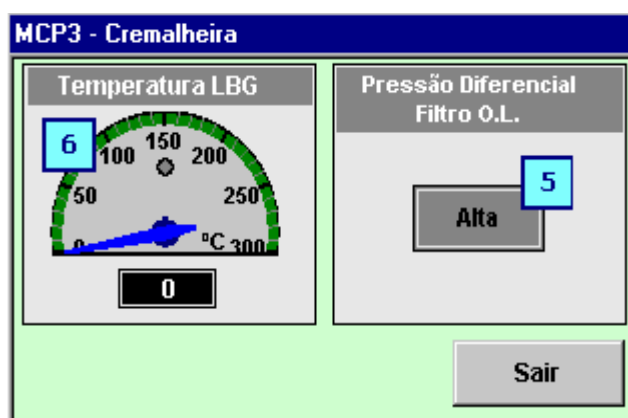

Figura 1.169. Moderador da cremalheira
- Alarme: “Moderador de Crem.”(**figura 1.169**), indica estados das proteções do motor de temperatura ar de carga e de filtro de óleo lubrificante obstruído. Indicador acende em amarelo. Acessando, através do botão direito do mouse, obtêm-se: